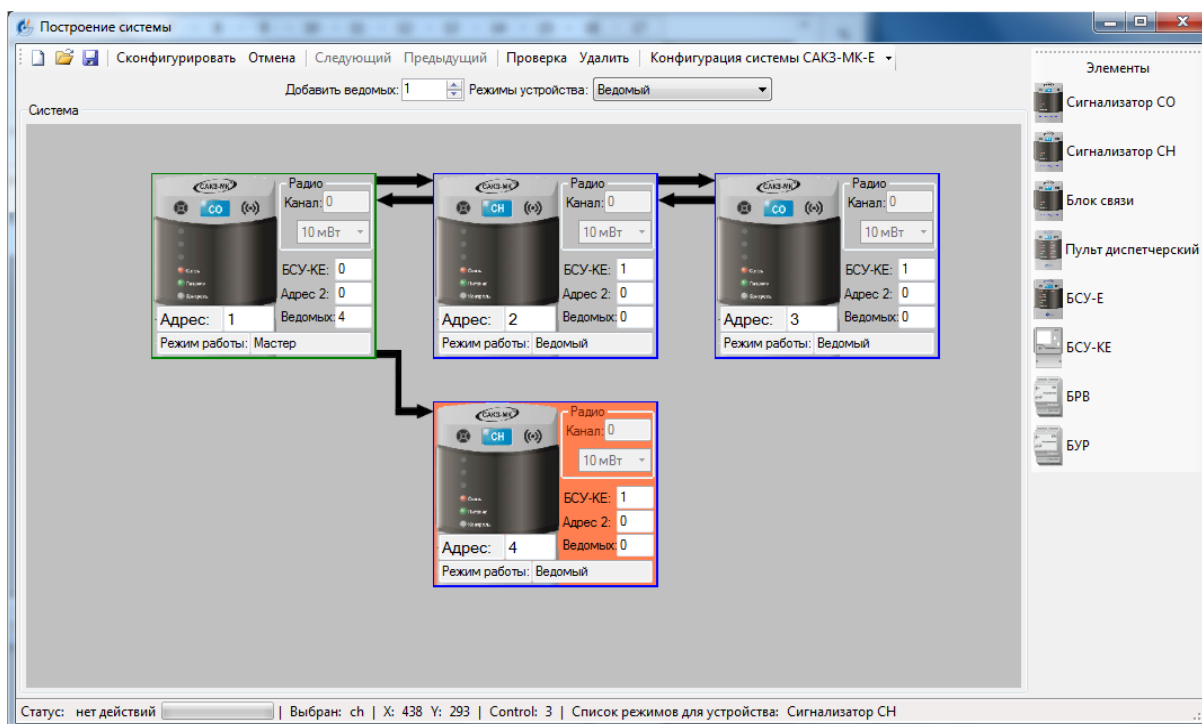

Рисунок 8 – Конфигурирование системы
5.10 Выбрать устройство на построенной системе кнопками «Следующий», «Предыдущий» – выбранное устройство будет выделено цветом (рисунок 8) и информация о нем появится в нижней части окна в поле «Статус».